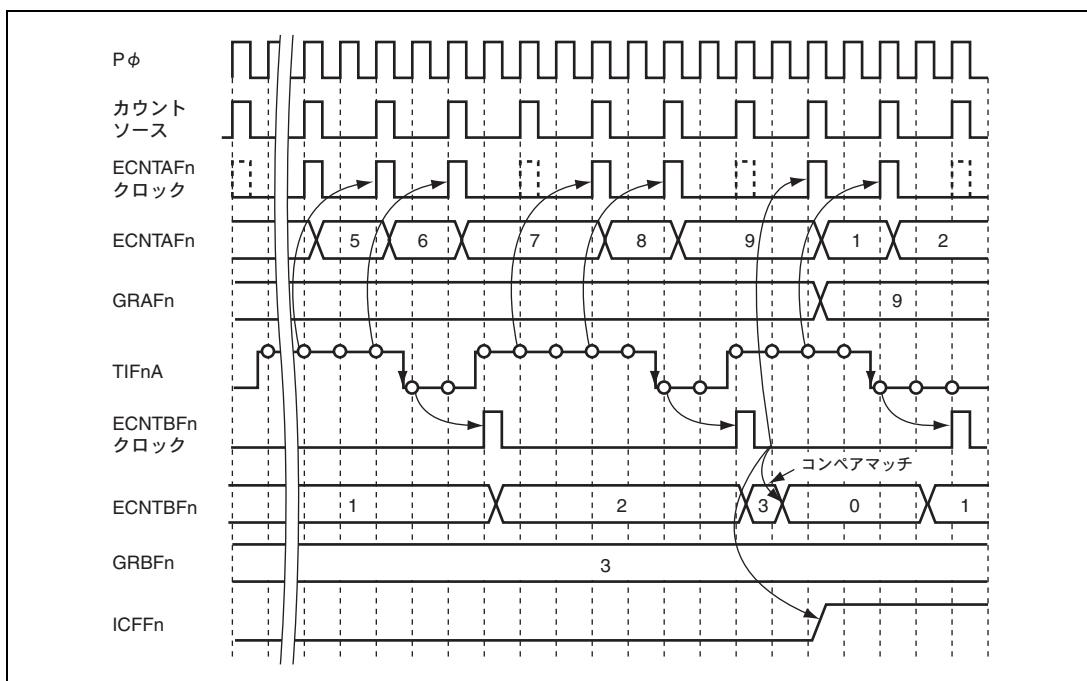

図 13.40 入力ハイレベル期間計測の動作例（キャプチャ動作時に TIFnA がハイレベル）
- ECNTAFn : クロックバス0～5のいずれかをカウントソースとし、TIFnAをイネーブルとしてカウントアップを行います。すなわち、TIFnAにハイレベルが与えられている時間を計測します。ECNTBFnのコンペアマッチの検出後、次のカウントソースクロックに同期してカウント値をクリアします。コンペアマッチによるカウントクリアの際に、TIFnAにハイレベルが与えられていた場合は、カウント値はH'00000100となります。この例を図13.40に示します。